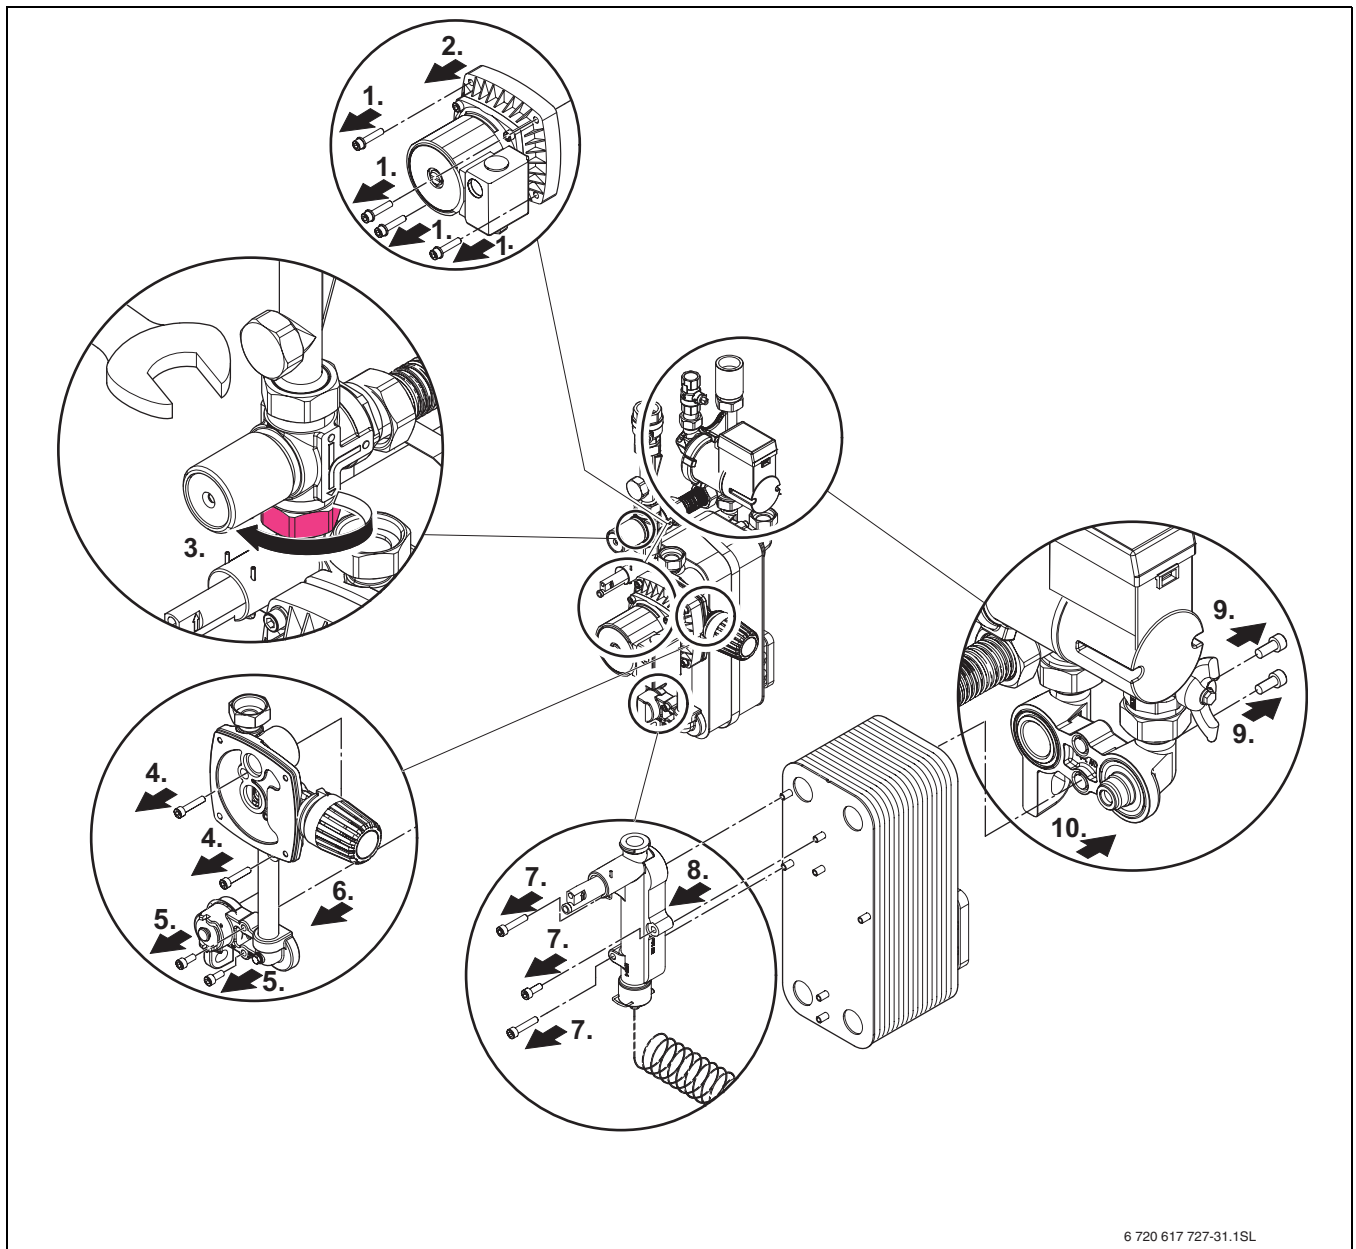

Bild 19 Anschlussblöcke vom Plattenwärmetauscher demontieren
- ▶ Die Anschlussblöcke des ausgebauten Plattenwärmetauschers demontieren (→ Bild 19).